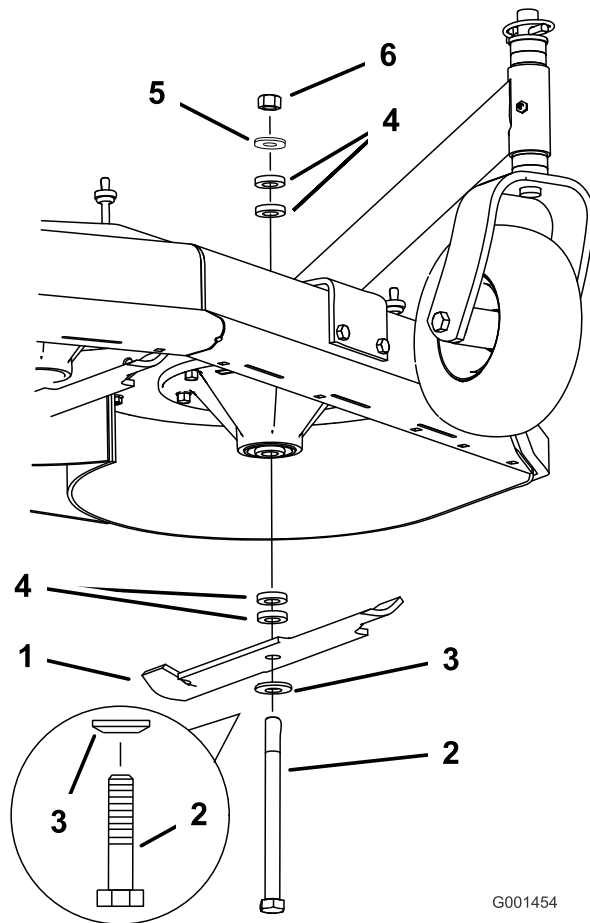

Figura 16
2. Retire la tuerca, el perno de la cuchilla, la arandela curva, la cuchilla, los espaciadores, y la arandela fina del eje (Figura 16).
1. Instale el perno, la arandela curva y la cuchilla. Seleccione el número correcto de espaciadores para la altura de corte deseada, y deslice el perno dentro del eje (Figura 16).
2. Instale los espaciadores restantes, en su caso, y sujételos con una arandela fina y una tuerca (Figura 16).